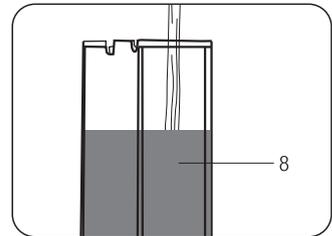

Fig.2
- Riempire il serbatoio con acqua fresca per un massimo di 1 Litro (Fig.2)